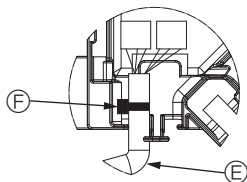

Fig. 10-10
- Montera buntbandet som håller lamellmotorns kabel i anslutningsdosan som visas i bilden. (Fig. 10-10)